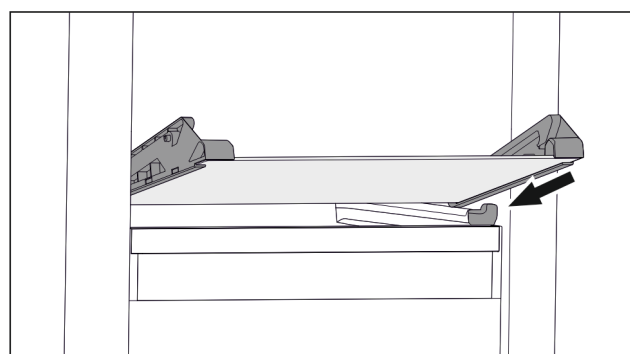

Fig. 132 Glasplatte des abklappbaren Schubfachs
- Glasplatte schräg hinter den Stoppern aufsetzen. (zie Fig. 132)